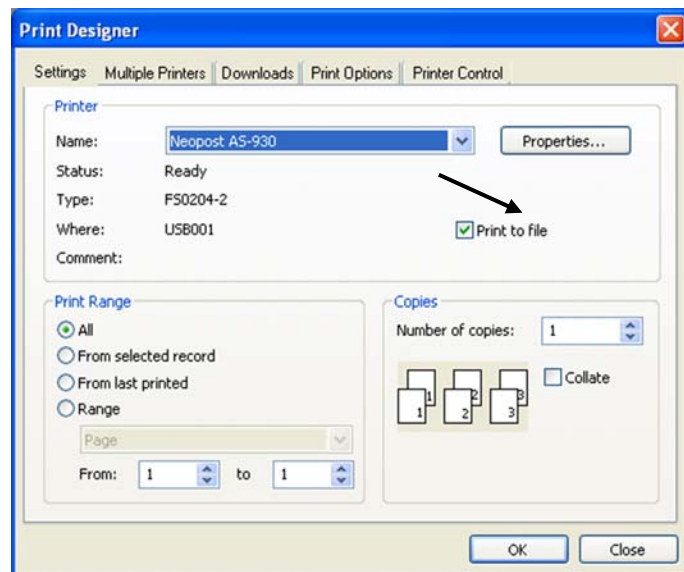

Abbildung 85: Dialogfeld „Drucken“
- Aktivieren Sie das Kontrollkästchen „Ausgabe in Datei“, wie in Abbildung 85 gezeigt.